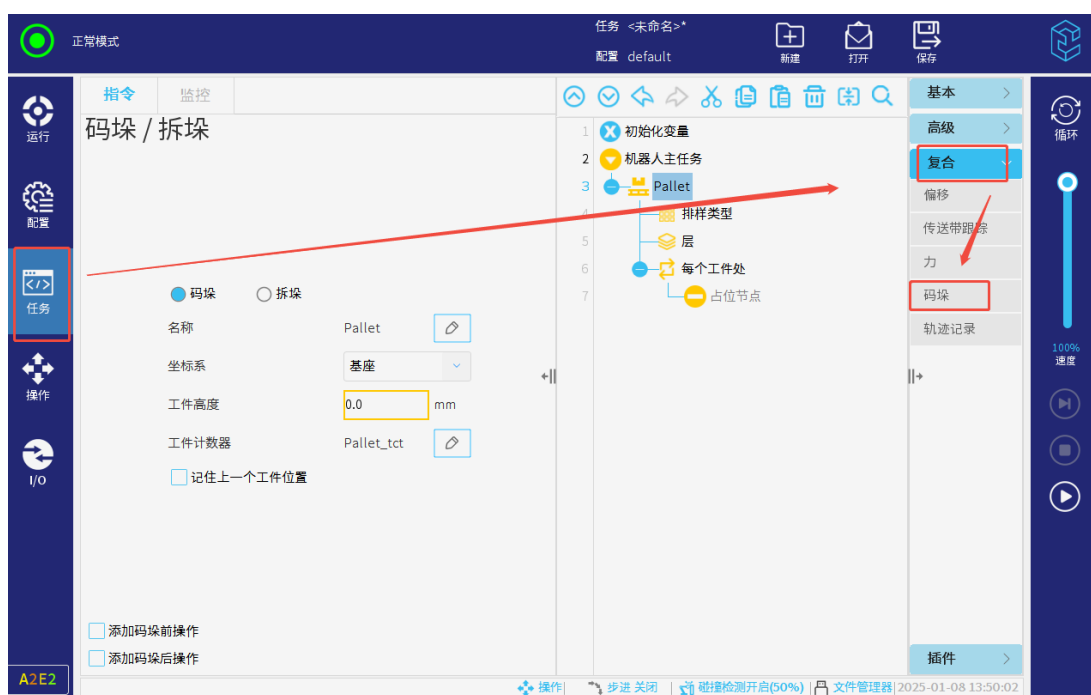

图 3-124: 设置码垛任务参数
2. 设置码垛任务的名称、坐标系以及工件高度等，如图 3-124所示。